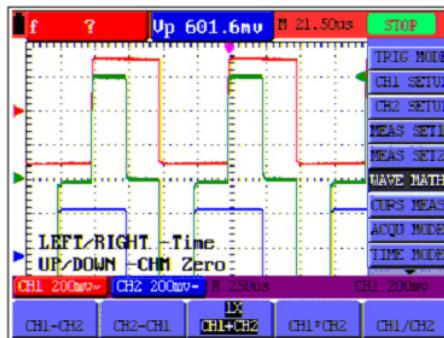

Figura 15.- Cálculos matemáticos de forma de onda.
7. Pulse las teclas “**OSC ▲**” ó “**OSC ▼**” para ajustar la posición de la forma de onda **MATH**. (Ver Figura 15).